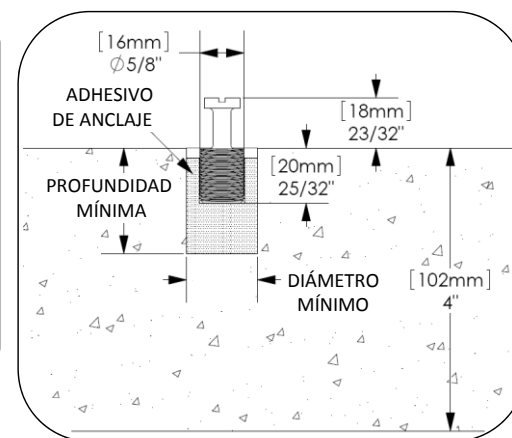

Figura 1.5
1. Retire los pernos de montaje superficial de las piezas. Si usa adhesivo de sujeción químico, instálelo en los orificios como se muestra en la figura 1.5. Si usa anclajes embutidos, instálelos de acuerdo con las recomendaciones del fabricante y enrosque en pernos de montaje superficial.